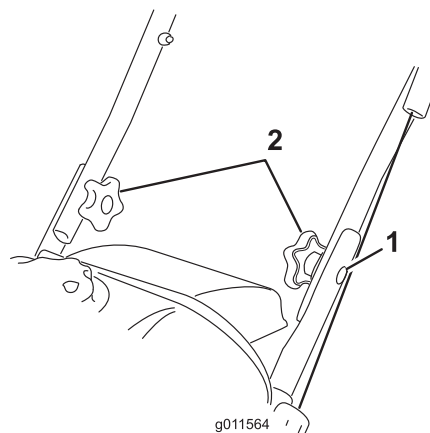

Bild 4
2. Stecken Sie die Senkschrauben in die ausgefluchteten Löcher, wobei sich der Schraubenkopf an der Außenseite des Griffs befinden muss (Bild 4).
1. Senkschraube (2)
3. Befestigen Sie die Wellenscheiben und die Griffhandräder an den Senkschrauben an der Innenseite des Griffs (Bild 4) und **ziehen die Handräder fest an**.